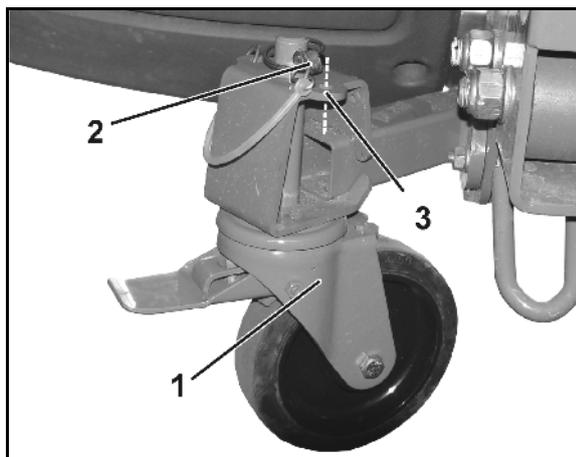

Fig. 26
Para evitar que la esparcidora de abono se desplace, los 2 rodillos de guía cuentan con un sistema de estacionamiento (Fig. 26/1).
5. Rodillos de frenado dirigibles (Fig. 26/1) delante
- o montar y asegurar mediante el pasador clavija (Fig. 26/2), o bien
En caso de no utilizar los rodillos de transporte, fijar el pasador clavija en la posición de estacionamiento (Fig. 26/3).